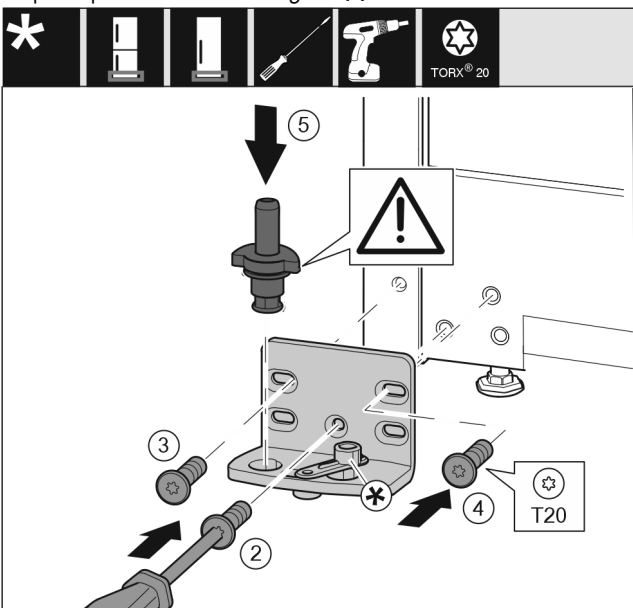

Fig. 14
- Vendosni bazamentin mbështetës në anën tjetër dhe mbërthejeni me ndihmën e një kaçavide T20. Filloni me vidën 2 poshtë në mes. Fig. 14 (2)
- Mbërtheni fort vidën 3 dhe 4. Fig. 14 (3,4)
- Vendosni komplet në vend bazamentin mbështetës. Këtu bëni kujdes që gungat e kapjes të jetë të kthyer nga poshtë. Fig. 14 (5)